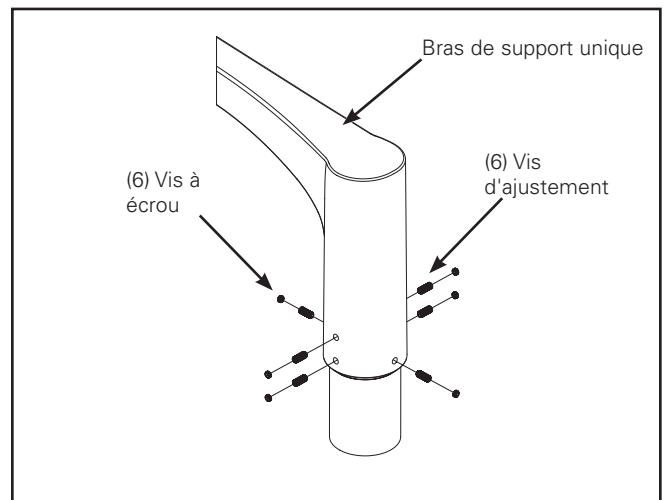

Figure 6.
- Installez six vis d'ajustement de 3/8-24po x 2,22cm (7/8po) pour maintenir le bras au pôle et serrez-les selon un couple de 22,60N-m (200po-lb) (Figure 6). Utilisez des vis d'ajustement longues de 2,22 cm (7/8 po) si la taille du tenon est de 5,83cm (2-3/8 po). Utilisez des vis d'ajustement de 1,27 cm (1/2po) si la taille du tenon est de 7,62 cm (3 po).
- Installez six vis à écrou de 3/8-24po x 4,76mm (3/16po) et serrez-les selon un couple de 19,77N-m (175po-lb). (Figure 6.)